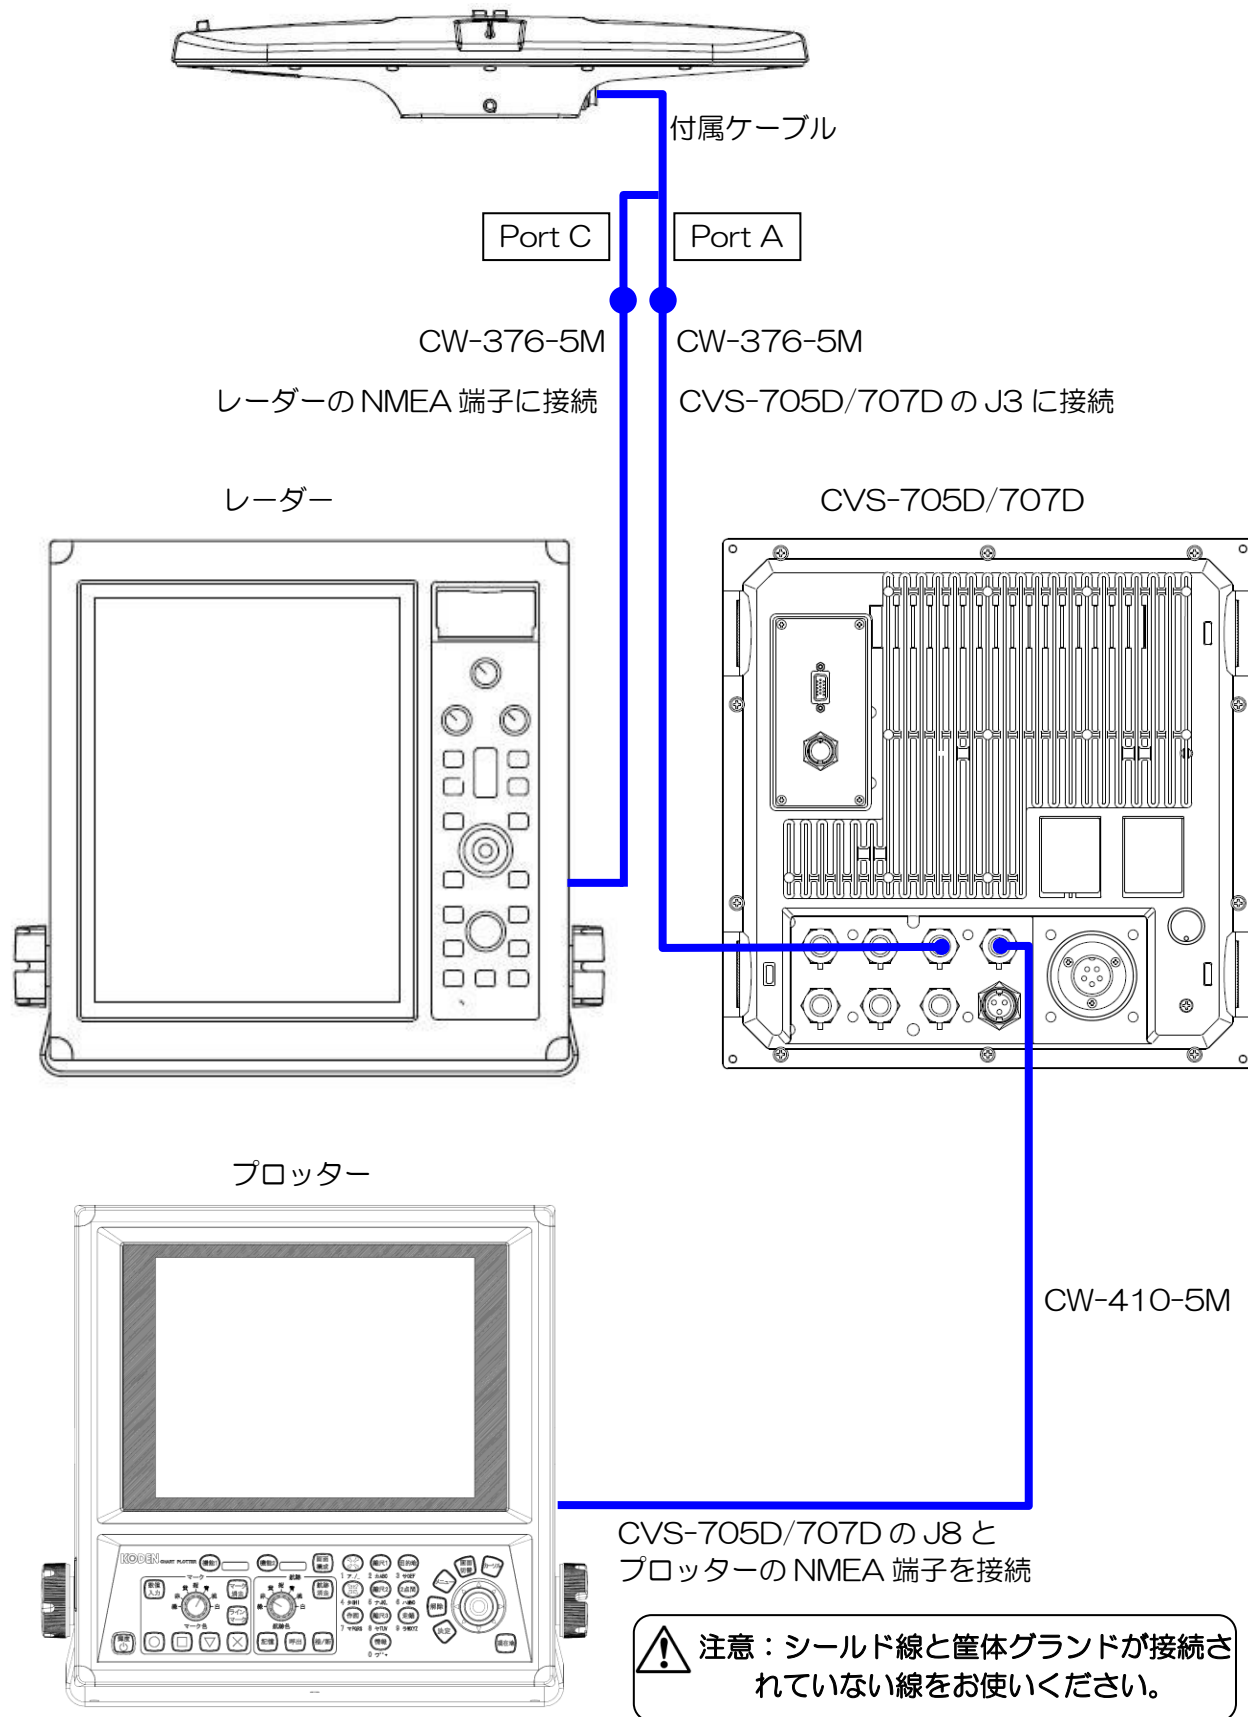
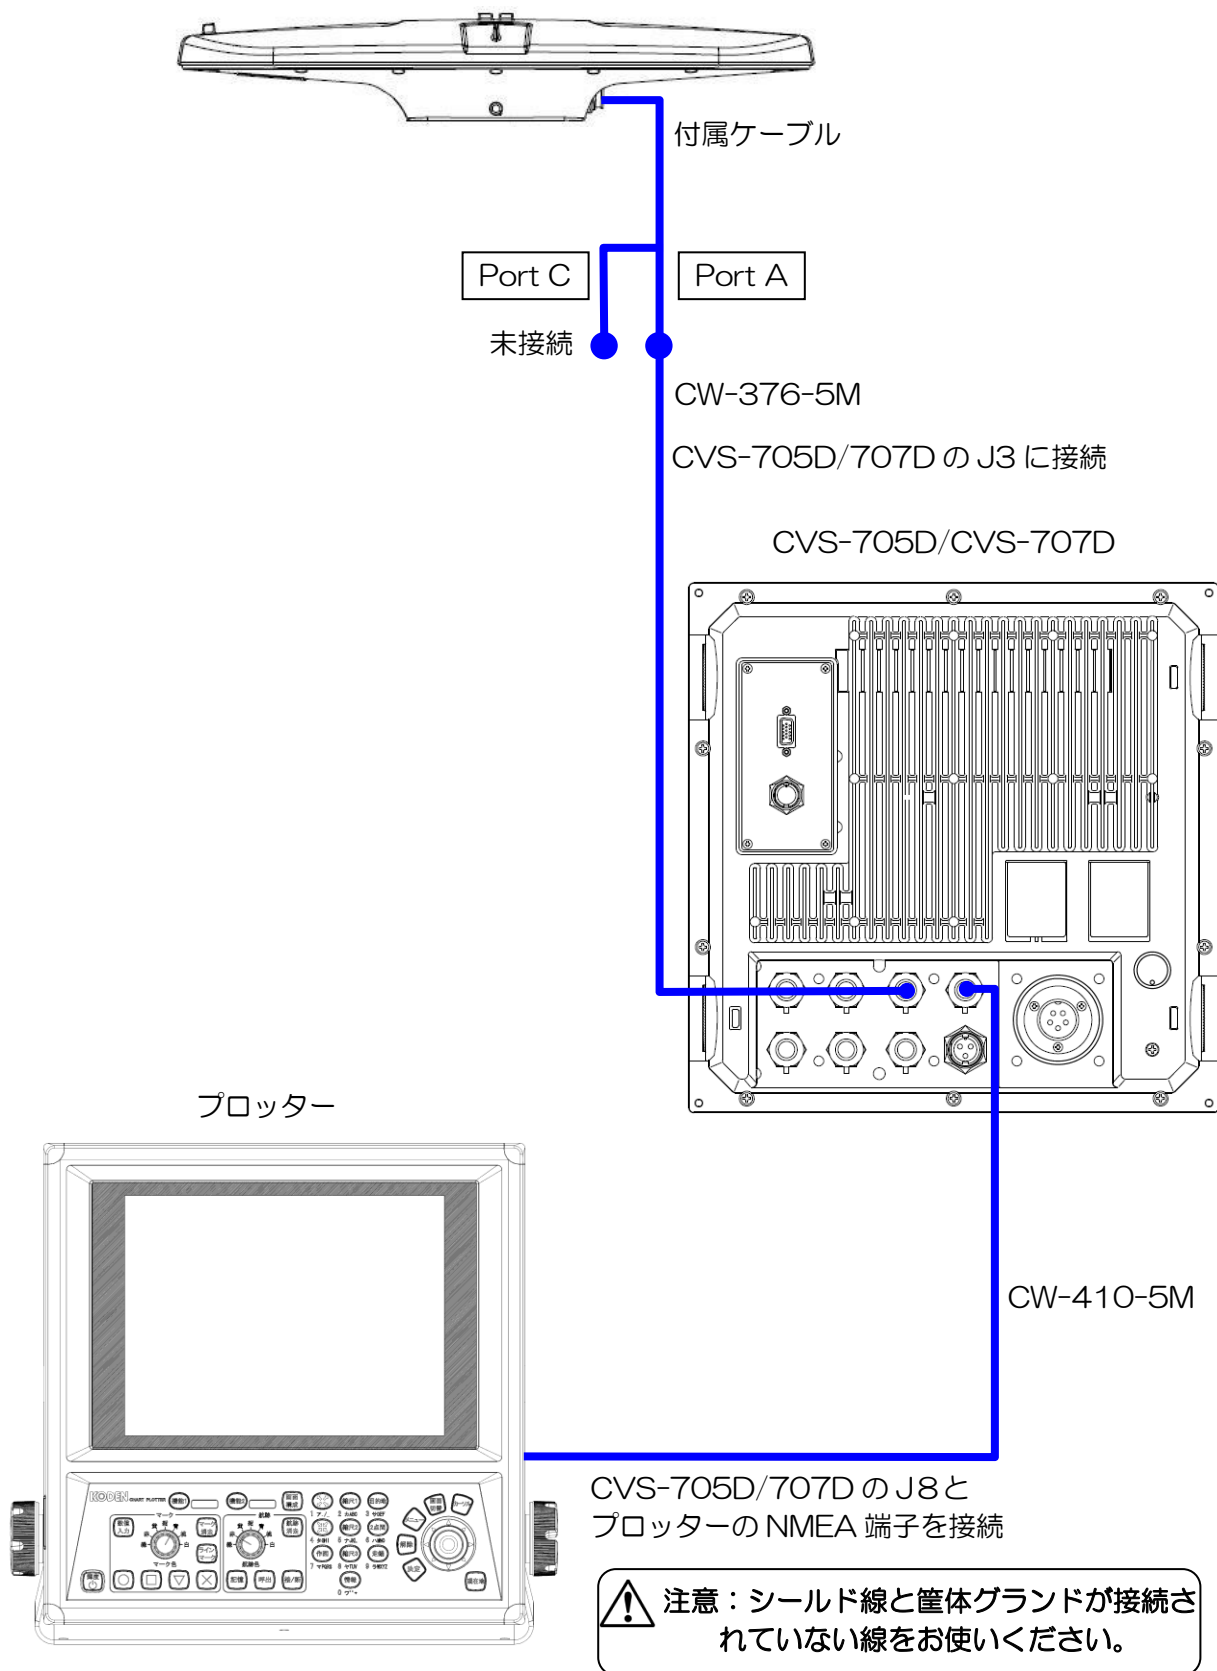

図 1.47 総合接続図 1
図 1.49 総合接続図 3
- 3) レーダーにも接続し GPS コンパスとして接続する場合は、Port C と半田付けが終了した CW-376-5M をレーダーの NMEA 端子へ接続してください。（図 1.47 総合結線図1 参照）
それ以外の場合は Port C との接続の必要はありません。（図 1.49 総合結線図3 参照）
- 4) 図 1.47 総合結線図1～図 1.49 総合結線図3を参照して、CVS-705D/707D の J8 端子と NMEA で通信する他の機器を接続してください。